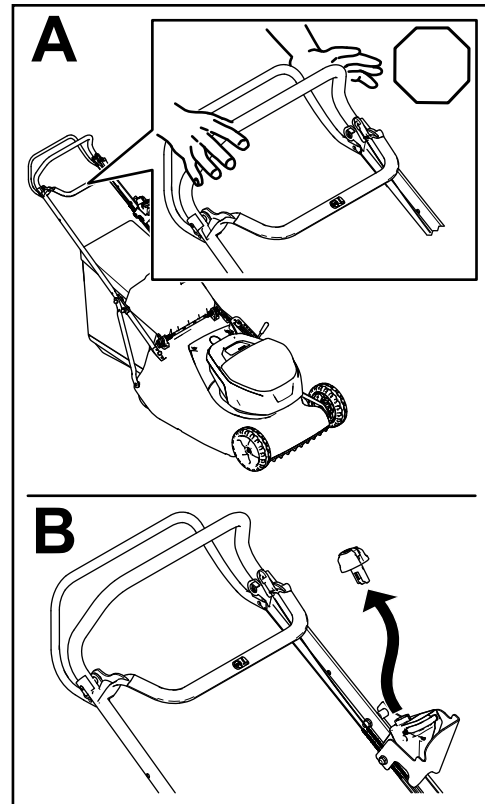

Bild 21
1. Lassen Sie den Schaltbügel los (A in Bild 21).
2. Entfernen Sie den Elektrostarttaster aus dem Elektrostartschalter (B in Bild 21).